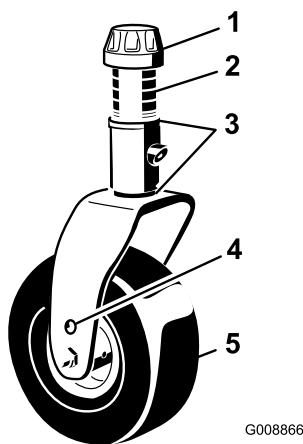
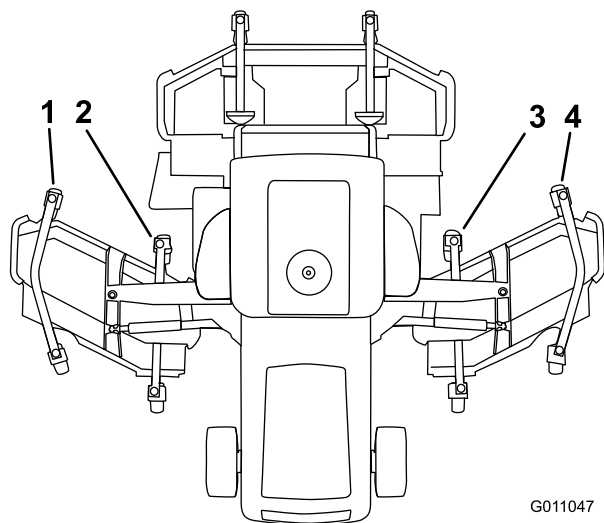

Bild 33
Bild 34
3. Entfernen Sie, wenn die innere Schnittkante des seitlichen Mähwerks im Verhältnis zur äußeren Kante des vorderen Mähwerks zu hoch ist, eine 3 mm Beilagscheibe von der Unterseite des vorderen inneren Laufadarms am seitlichen Mähwerk (Bild 33 und Bild 34). Prüfen Sie den Wert zwischen den äußeren Kanten beider seitlichen Mähwerke sowie der inneren Kante des seitlichen Mähwerks und der äußeren Kante des vorderen Mähwerks.
4. Entfernen Sie, wenn die Innenkante weiterhin zu hoch ist, eine weitere 3 mm Beilagscheibe von der Unterseite des vorderen inneren Laufadarms des seitlichen Mähwerks **und** eine 3 mm Beilagscheibe vom vorderen äußeren Laufadarm des seitlichen Mähwerks (Bild 33 und Bild 34).
5. Fügen Sie, wenn die innere Kante des seitlichen Mähwerks im Verhältnis zur äußeren Kante des vorderen Mähwerks zu tief ist, eine 3 mm Beilagscheibe an der Unterseite des vorderen inneren Laufadarms am seitlichen Mähwerk ein (Bild 33 und Bild 34). Prüfen Sie das Maß zwischen den äußeren Kanten beider seitlichen Mähwerke sowie der inneren Kante des seitlichen Mähwerks und der äußeren Kante des vorderen Mähwerks.